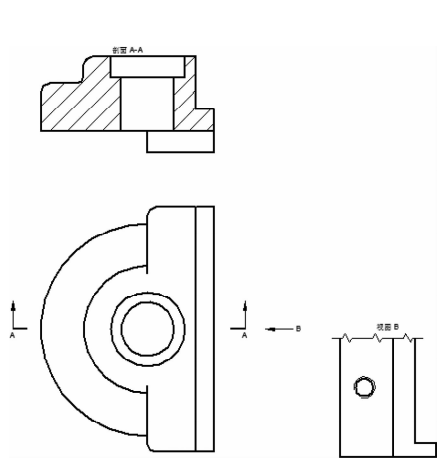

图 9-183 创建中心线
- (1) 选择【主页】菜单中【注释】菜单栏中的  【中心线】按钮，它由两点或者两条线手动创建中心线，如图 9-183 所示。